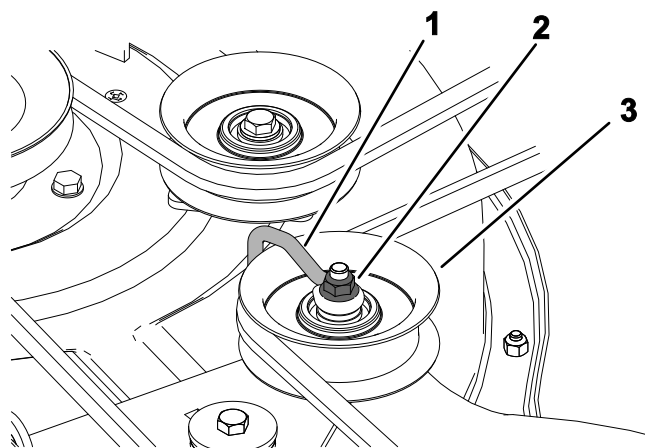

Figura 56
6. Per piatti con 3 lame, allentate il dado che fissa il filo sagomato alla puleggia tendicinghia (Figura 56).
Nota: Posizionate il filo sagomato contro il braccio del tendicinghia come mostrato nella Figura 56.